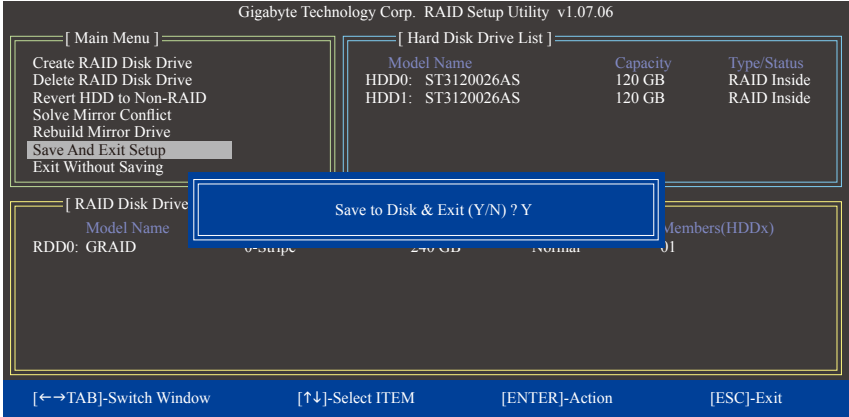

图10
7. 储存设定并离开(Save And Exit Setup): 设定好磁盘阵列要离开RAID设定程序前, 请务必在主画面选择「 Save And Exit Setup 」。确定离开请按<Y>, 取消请按<N> (图10)。